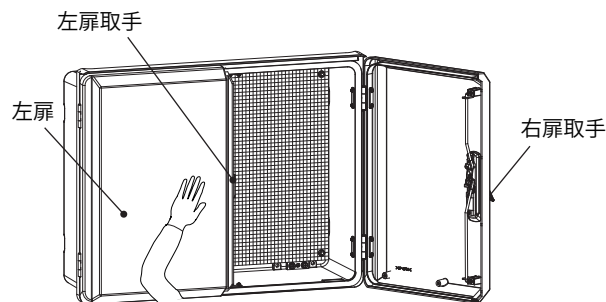

図4
- ・両扉製品は左扉をしっかり押さえた状態で開閉してください。風などにより左扉が急に開き、破損、脱落、けがの原因となります。(図4)